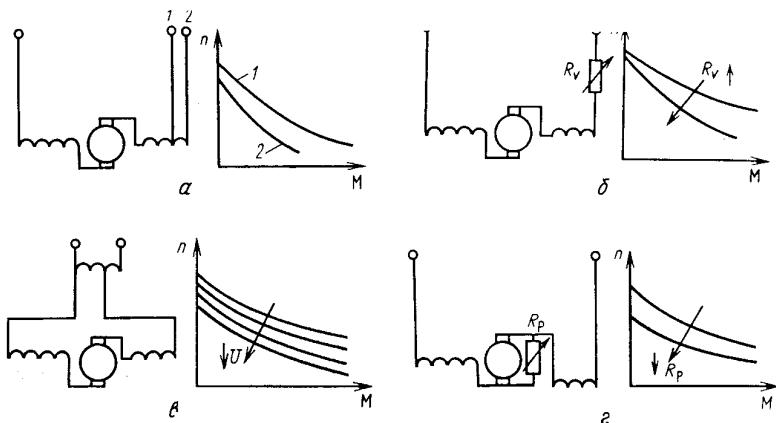

рис.16
Регулирование частоты вращения. Если в обмотке возбуждения сделать дополнительные выводы, то их переключением можно менять частоту вращения (рис.16, а). При уменьшении числа витков частота вращения увеличивается. Вторым способом является установка переменного резистора последовательно с обмотками двигателя (рис.16, б). При увеличении сопротивления резистора частота вращения двигателя уменьшается. Третий способ -
- использование регулировочного трансформатора (**рис.16,в**). Повышение напряжения питания приводит к увеличению частоты вращения двигателя. Четвертый способ - шунтирование переменным резистором обмотки якоря (**рис.16,г**). При уменьшении сопротивления резистора уменьшается и число оборотов. Этот способ хорош тем, что при сбросе нагрузки двигатель не идет вразнос.